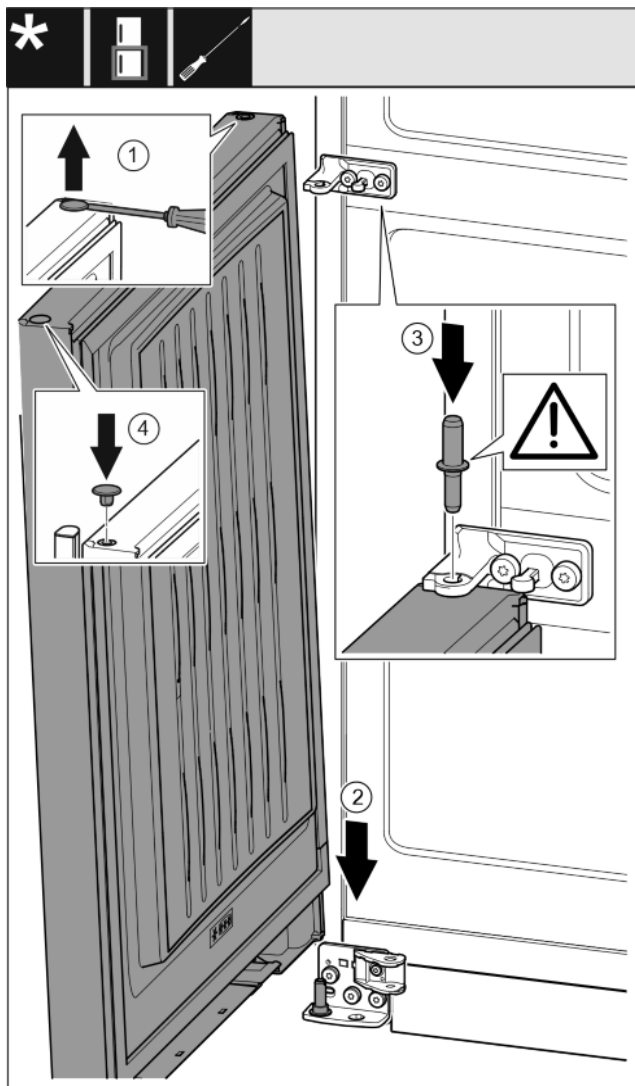

Fig. 32
- ▶ Zatyczkę ostrożnie podważyć przy pomocy śrubokręta i wyjąć. Fig. 32 (1)
- ▶ Założyć drzwi od góry na dolny sworzeń zawiasu. Fig. 32 (2)
- ▶ Przełożyć środkowy sworzeń zawiasu przez środkową płytkę zawiasu, wkładając go w dolne drzwi. Przy tym zwrócić uwagę, by krzywka zatraskowa wskazywała do tyłu. Fig. 32 (3)
- ▶ Zatyczkę założyć ponownie z drugiej strony drzwi. Fig. 32 (4)